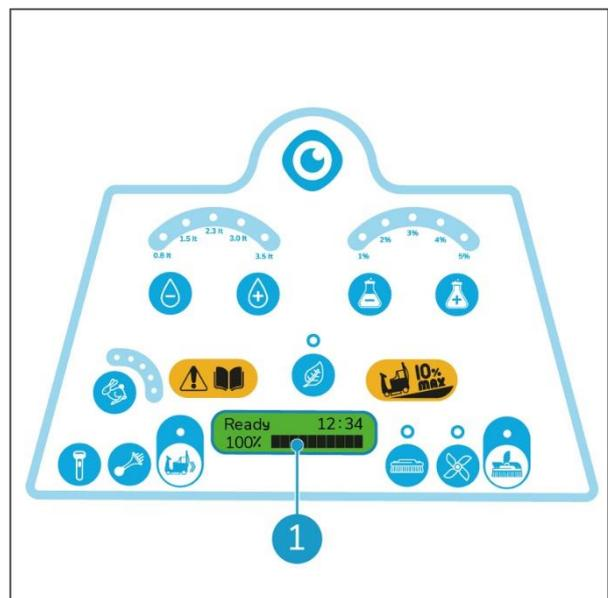

Figure 60
10. Patientez quelques secondes. L'affichage doit indiquer 100 % et les 10 barres d'indication du niveau de batterie doivent être visibles (Figure 60, pos. 1). L'i-drive est prêt pour un nouveau cycle de travail.